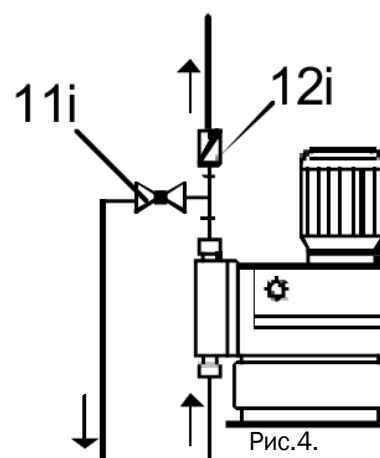

Рис. 4.
- Для облегчения деаэрации дозирующей головки установите шаровой клапан (11i) с байпасной линией (назад в дозирующий бак) непосредственно после нагнетательного клапана (рис. 4).
- В случае длинных нагнетательных линий, установите в нагнетательную линию обратный клапан (12i) (рис. 4).